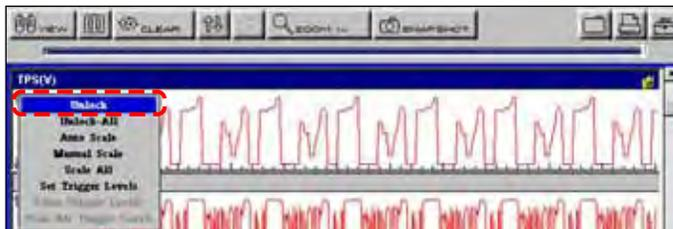

Figure 5-27 Sample parameter menu
1. Select the locked parameter to open the parameter menu (Figure 5-27).